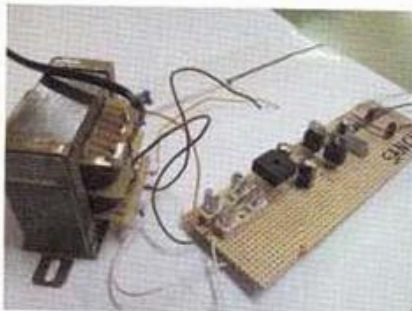

Fig. 11.27.
1. Realiza el montaje de la Figura 11.26, sin incluir el condensador (Fig. 11.27).